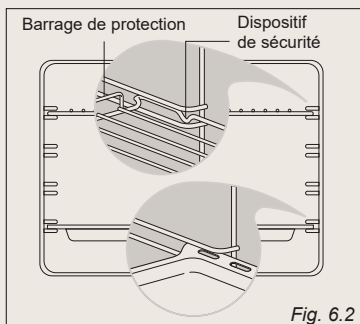

Fig. 6.2
- * Faire glisser sur les guides la grille et la lèchefrite fig. 6.2.